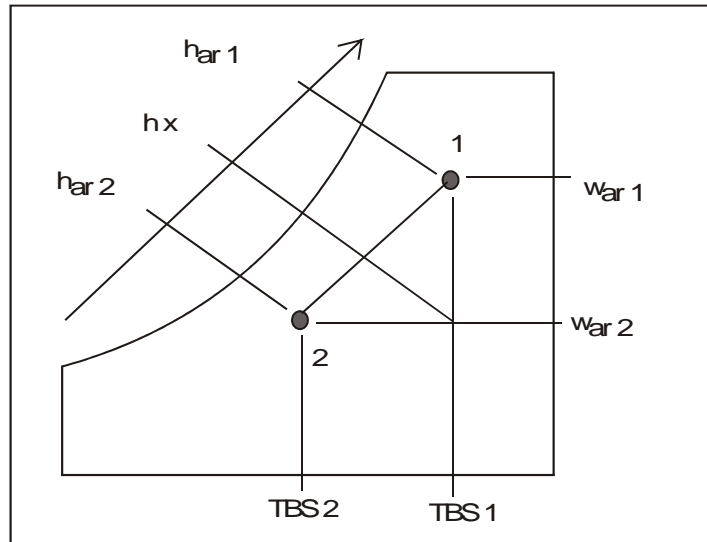

Figura 6 – Ilustração do cálculo da carga térmica devido a renovação
Na carta psicrométrica pode-se obter a entalpia do ar externo (1) como sendo 79kJ/kg, a do ar resfriado (2) como sendo 51kJ/kg e a entalpia de um ponto intermediário “x”, que forma um triângulo retângulo, como sendo 58kJ/kg. O procedimento é ilustrado na Figura 6: